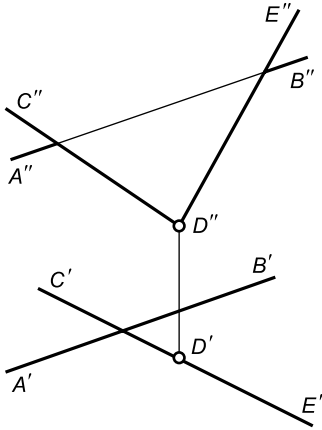

Рис. 15
2.17. Построить проекции точки пересечения прямой AB (рис. 15) с плоскостью, заданной пересекающимися прямыми CD и DE , соблюдая условия видимости.